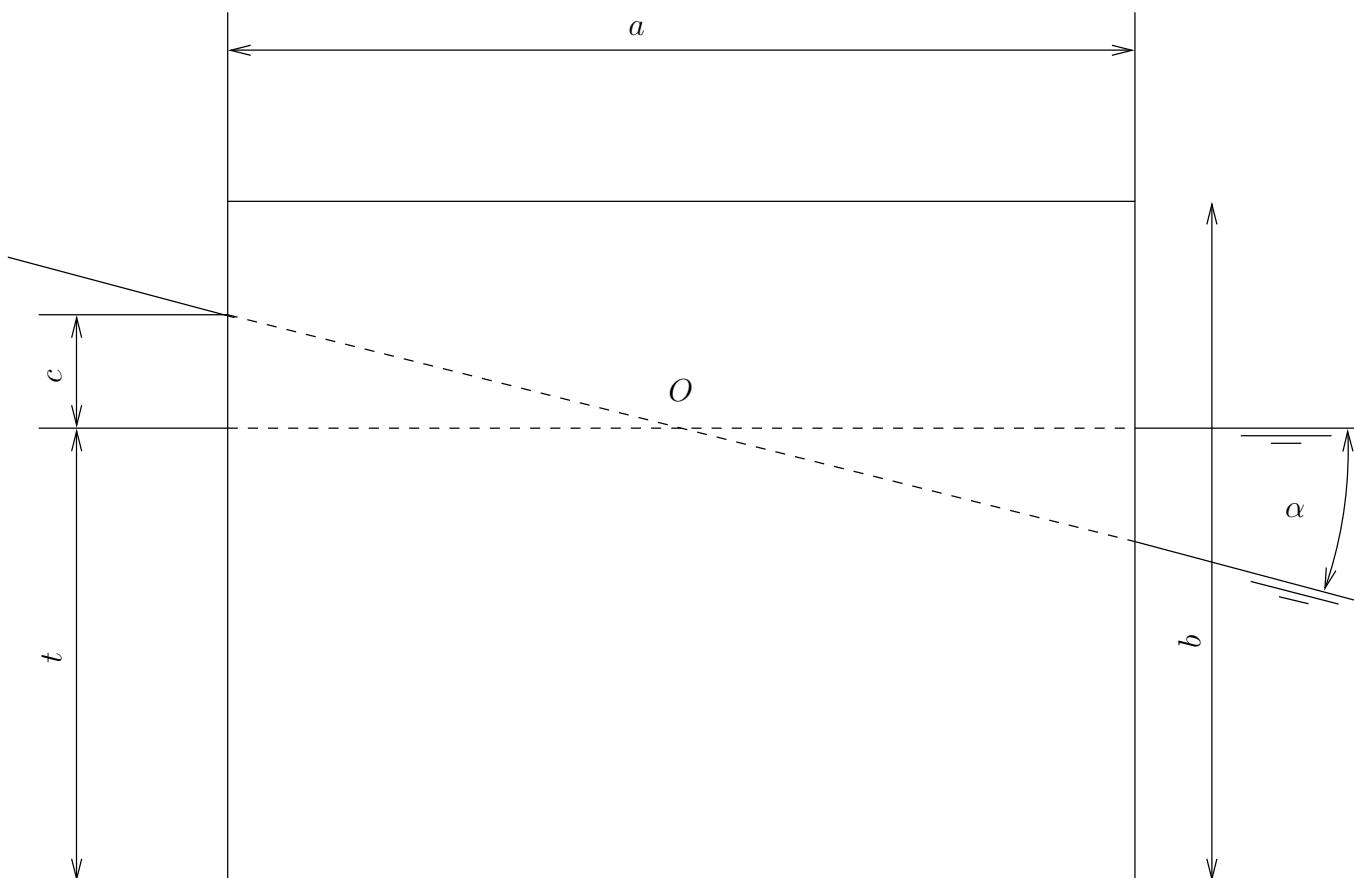

FIG. 1 – Dessin 2D à l'échelle 1 à compléter et à rendre avec numéro d'anonymat
Un parallélépipède rectangle immobile, constitué d'un matériau homogène, de cotés $a = 12 \text{ cm}$, $b = 9 \text{ cm}$ et $L = 20 \text{ cm}$ flotte dans de l'eau de mer immobile de masse volumique $\rho = 1030 \text{ kg.m}^{-3}$ avec un tirant d'eau $t = 6 \text{ cm}$; Sa longueur L est perpendiculaire au dessin (cf FIG. 1 qui sera rendue avec la copie).
comme le montre la FIG. 1.
- 2) Sur la FIG. 1, représentez la poussée d'Archimède et le poids du solide - en précisant leurs points d'application après avoir réalisé quelques calculs - et en déduire si le couple de ces 2 forces a tendance à faire revenir ou à écarter le solide de sa position. [4]